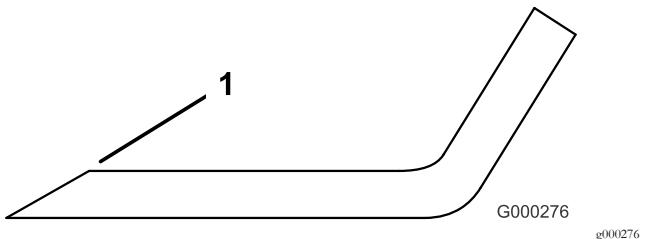

图21
- 同时磨快刀片两端的刀刃 图21。保持原有角度。如果从两片刀刃上磨掉相同量的金属刀片会保持平衡。